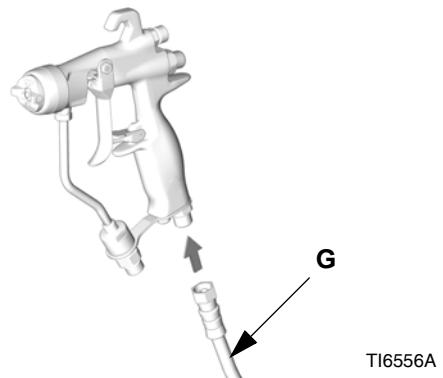

Рис. 2
5. Соедините воздушный шланг (G) с воздуховпусканым отверстием пистолета 1/4 прsm. Смотрите Рис. 2.